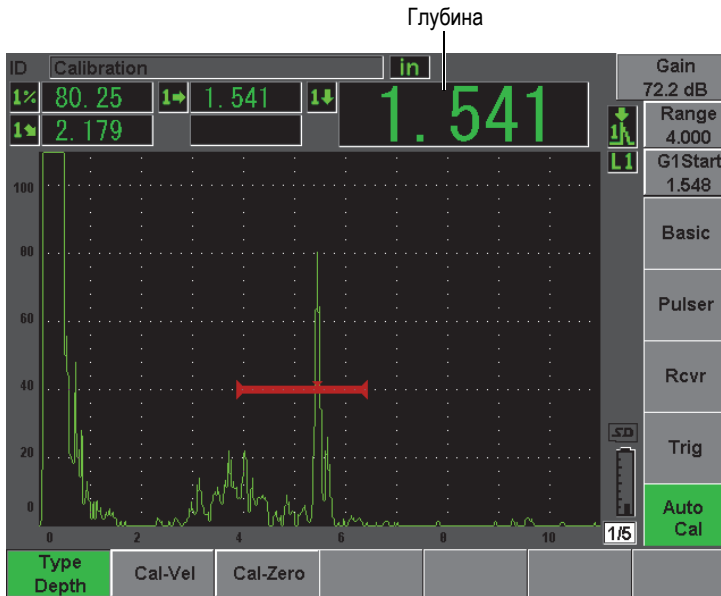

Рис. 10-26 Пример стробированного сигнала для калибровки нуля
4. Нажмите клавишу [**GATES**] и поместите строб 1 таким образом, чтобы первый эхо-сигнал от сверления на образце пересекал порог строба. Отражение должно быть около 12,5мм (см. Рис. 10-26 на стр. 194).